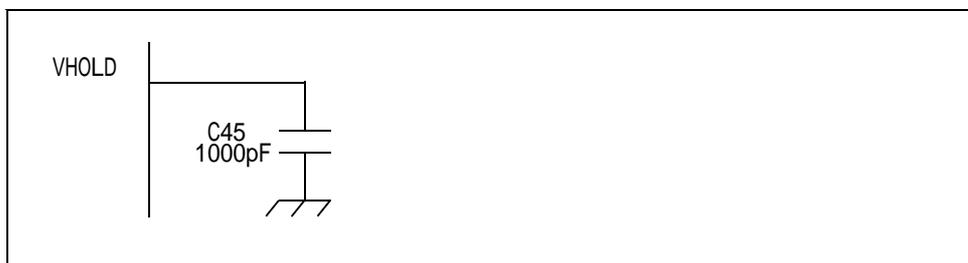

図4.10 VHOLD端子信号回路
(3) VHOLD端子に接続される部品番号、部品定数及び接続回路を図4.10に示す。